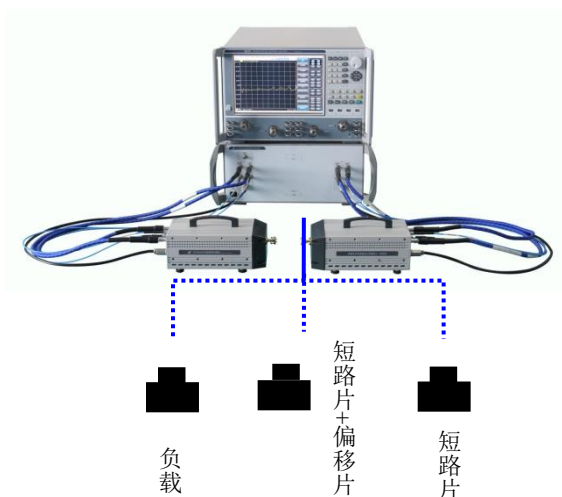

图 9-5 单端口校准连接
2) 如图 9-5 所示，按照仪器提示完成端口 2 单端口校准，校准顺序为负载→偏移片+短路片→短路片。